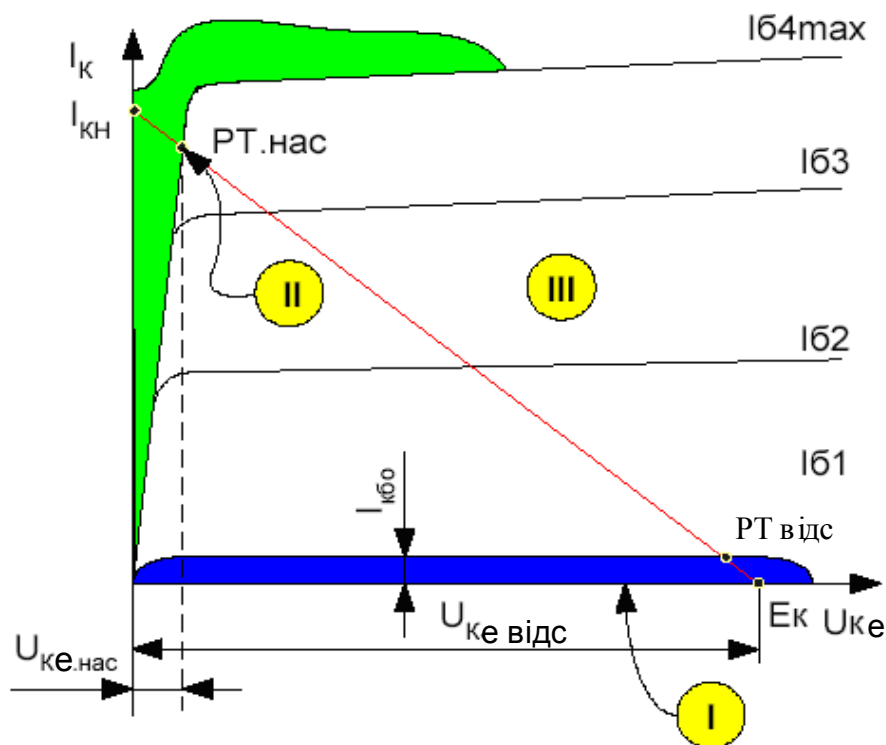

Рис. 6.9. До пояснення режимів роботи транзистора.
- **Режим відсічки (область I)** – це режим, при якому обидва його переходи закриті. Струм бази в цьому випадку рівний нулю, струм колектора буде рівний оборотному струму. Рівняння динамічного режиму буде мати вигляд  $U_{ке} = E_k - I_k \cdot R_k$ . Добуток  $I_k \cdot R_k = 0$ . Отже,  $U_{ке} \rightarrow E_k$  (рис. 6.9).
Добуток  $I_{кн} \cdot R_k \rightarrow E_k$ , тому  $U_{ке} \rightarrow 0$  (рис. 6.9).